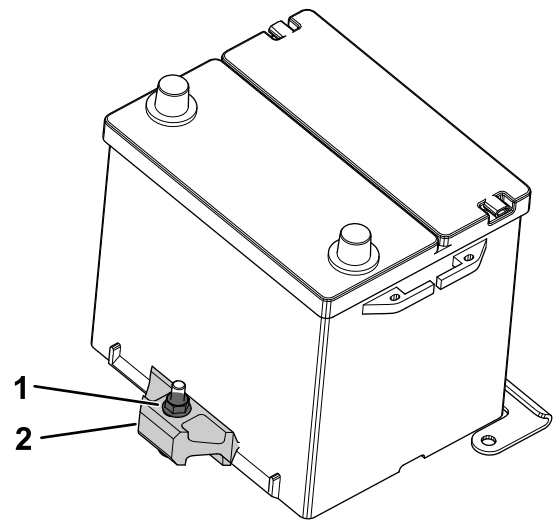

Figura 108
2. Afloje la contratuerca que sujeta el dispositivo de sujeción de la batería y retire la batería de la bandeja (Figura 108).
1. Coloque la batería en la bandeja y sujete la batería apretando la contratuerca del dispositivo de sujeción (Figura 108).